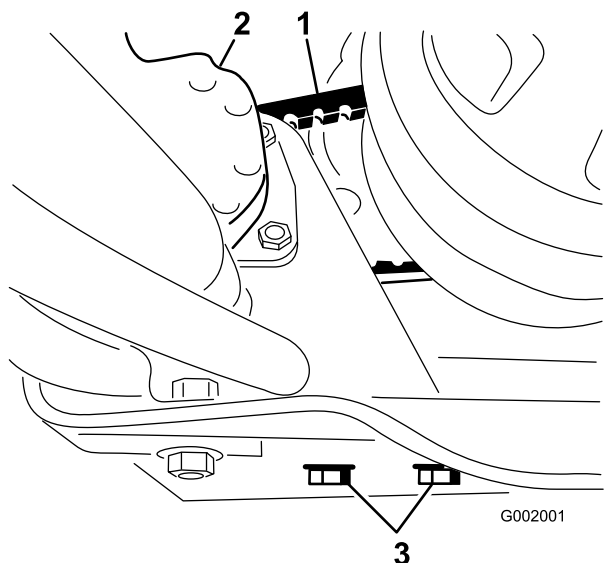

図 66
- ステアリング・ポンプの取り付けボルトをゆるめる (図 66)。